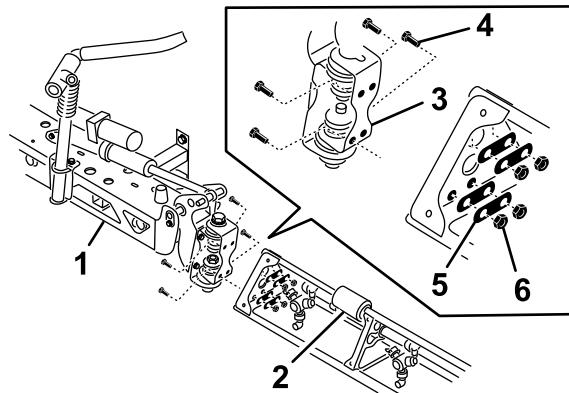

Figura 30
7. Instale la extensión del brazo en el brazo central en la placa de pivotaje usando los cuatro pernos, las cuatro arandelas y las cuatro tuercas retirados en el paso 6, según se muestra en Figura 30.